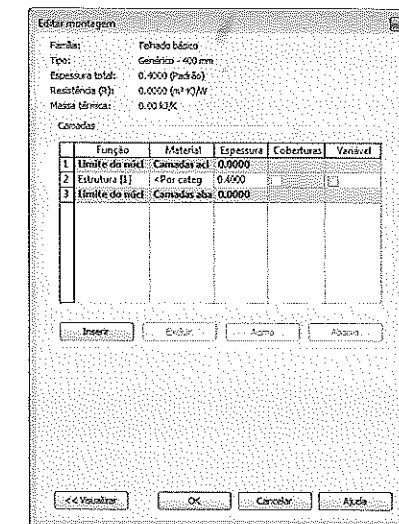

Figura 12.30 – Definição da estrutura do telhado.
- **Estrutura:** define a estrutura do telhado pela configuração de camadas. Clicando em **Editar**, surge a janela de diálogo da Figura 12.30, na qual podemos definir as camadas, como foi estudado em paredes. O botão **Inserir** permite incluir camadas e definir o tipo de cada uma delas. Por exemplo, podemos definir a camada do madeiramento e a das telhas.